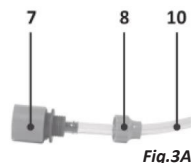
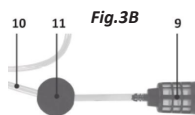

Fig.3A
Fig.3B
- Scoateți inelul de conectare a furtunului (8) din conectorul furtunului (7).
- Puneți inelul (8) pe un capăt al furtunului (10).
- Introduceți același capăt al furtunului în conectorul furtunului (Fig. 3A).
- Treceți celălalt capăt al tubului (10) prin orificiul din flotorul de apă (11).
- Împingeți același capăt al tubului în filtrul de aspirație (9) (Fig. 3B).